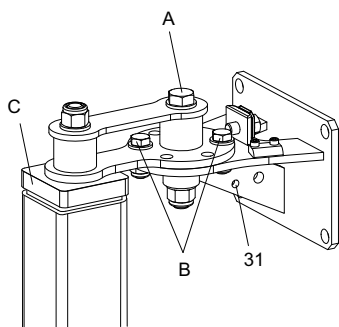

Рис. 9 Верхнее крепление
7. Установить стойку из профиля и выровнять ее относительно сегмента профиля на соединительном фланце. Подогнать длину стойки из профиля (поз. 2) под уровень эпоксидного изолятора (поз. С) на верхнем фиксаторе. Оптимальный зазор между буртиком эпоксидного изолятора и стойкой 5-10 мм. См. рис. 9.